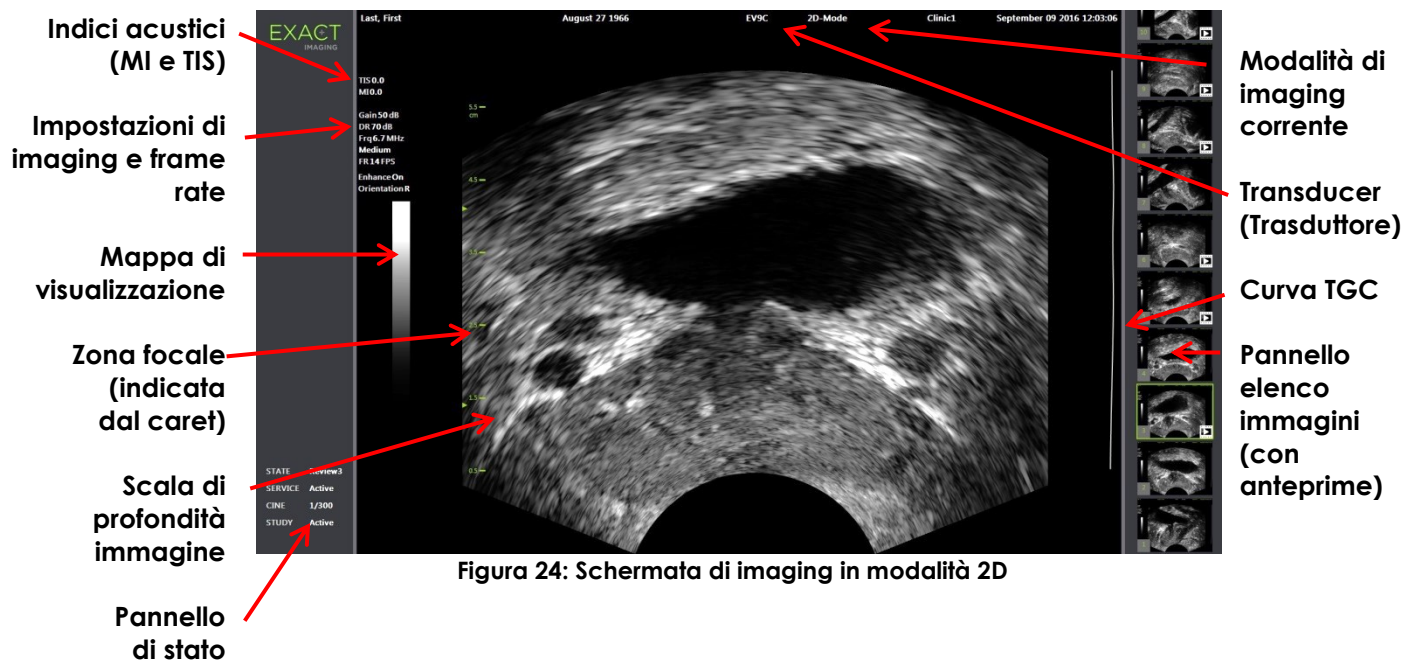

Figura 24: Schermata di imaging in modalità 2D
- Impostazioni di imaging come indicato nella Figura 24